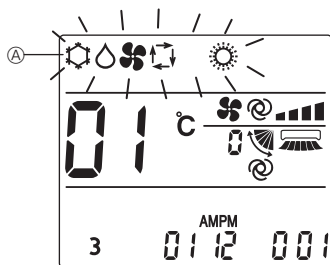
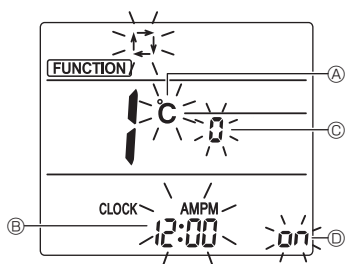

Fig. 6-11
Fig. 6-12
1. Pulse el botón * ① para detener el acondicionador de aire.
2. Pulse el botón MENU ②. Se mostrará la pantalla de configuración de funciones y parpadeará el n.º de función Ⓐ. (Fig. 6-11)
- Pulse el botón ⏴ ④ para cambiar el n.º de función.
3. Compruebe que se muestra la función N.º "1", y luego pulse el botón SET ③. Se visualizará la pantalla de configuración de la visualización. (Fig. 6-12)